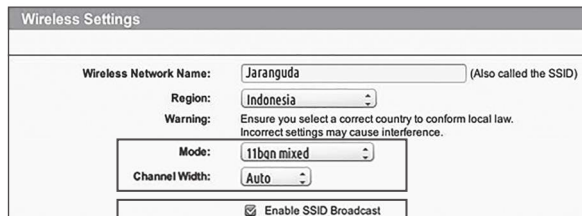

Fig. 1
2. Assicurarsi che la modalità wireless 802.11 del router sia impostata su b/g/n mixed (b/g/n mista). (Vedere Fig. 1)
3. Assicurarsi che il canale di trasmissione / la larghezza di banda nella configurazione wireless del router sia Auto or 20M or 20M mixed 40M (Automatica o 20M o 20M mista o 40M mista). (Vedere Fig. 1)
4. Quando si connette il robot rasaerba all'App assicurarsi che sul router sia abilitata la funzione Enable the SSID Broadcast (Attiva la trasmissione del SSID). Una volta che la connessione è andata a buon fine è possibile chiuderla. (Vedere Fig. 1)